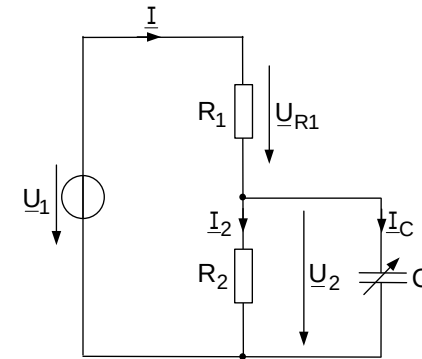

Bild 1.1: Ersatzschaltbild des Spannungsteilers
Die in Bild 1.1 dargestellte Spannungsteilerschaltung, bestehend aus den ohmschen Widerständen R_1 , R_2 und dem veränderbaren Kondensator C , wird an einer sinusförmigen Wechselspannung mit dem Effektivwert U_1 und der Frequenz f betrieben. Nachfolgend soll das Verhalten der Schaltung in Abhängigkeit von der Kapazität des Kondensators C berechnet werden.
- Zeichnen Sie ein qualitatives Zeigerdiagramm für die in Bild 1.1 dargestellte Schaltung, welches alle eingezeichneten Spannungen und Ströme enthält. Zeichnen Sie zusätzlich den Phasenwinkel φ_{12} zwischen den Spannungen $\underline{U}_1$ und $\underline{U}_2$ ein (von $\underline{U}_1$ nach $\underline{U}_2$).